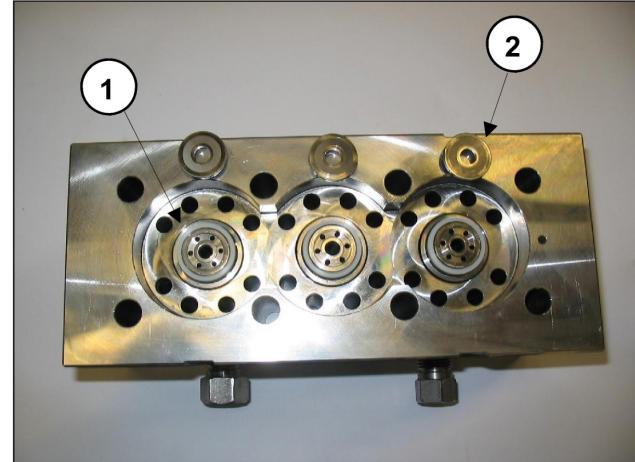

Fig. 41
Durante lo smontaggio delle camicie fare attenzione a non disperdere le sedi valvola ① e le valvole piene ②, come indicato in Fig. 41, le quali essendo posizionate solo a battuta potrebbero cadere.